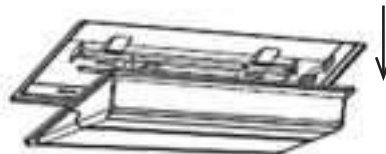

Fig. 13
2. Retire la cubierta y el termostato hacia abajo en la dirección de la flecha (Fig. 13).